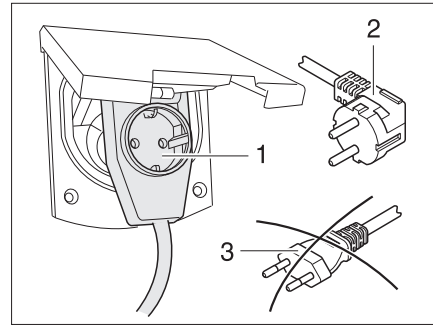

Fig. 96 Conexión a un conector con salida lateral del cable con caja de enchufe
- ▶ Al utilizar un acoplamiento acodado CEE 17, con caja de enchufe incorporada en el lado trasero (Fig. 96,1), emplear únicamente un conector IP 44 de goma impermeable, con contacto protector (Fig. 96,2). No utilizar conector sin contacto protector (Fig. 96,3). ¡Peligro de electrocución!